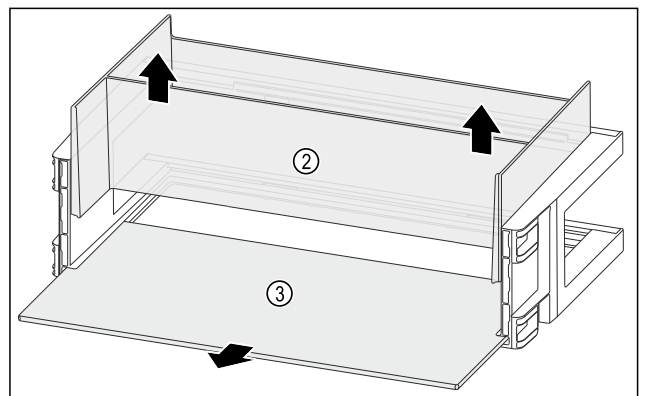

Fig. 120
- ▶ Organizer Fig. 120 (2) nach oben entnehmen.
- ▶ Abstellfläche Fig. 120 (3) entnehmen.